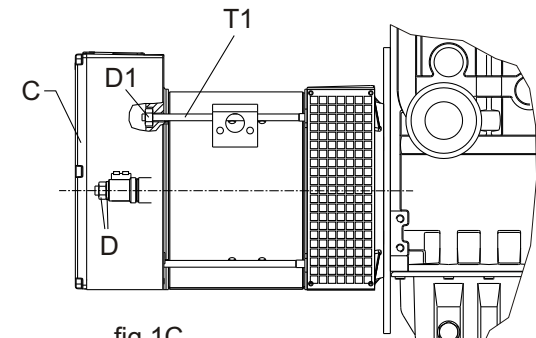

fig.1C
- 4) Riposizionare il gruppo carcassa e lo scudo posteriore (fig.1C)
- 6) Bloccare assialmente il rotore applicando la rosetta e serrando il dado autobloccante D sul tirante T con chiave dinamometrica (fig.1C) Coppia di serraggio:
- 4) Re-position the casing unit and the rear shield (Fig.1C)
- 6) Lock axially the rotor by placing the washer and tight the self-locking nut D on the rod T, using a torque spanner (fig.1C)
- 4) Repositionnez le groupe carcasse et la flasque postérieure (fig.1C)
- 6) Bloquer axialement le rotor, en utilisant le rondelle et vissant a fond l'écrou autobloquant D sur la tige centrale T en utilisant la clef dynamométrique (fig.1C)
- 4) Die Gehäuseeinheit und das hintere Lagerschild (fig.1C) erneut platzieren
- 6) Den Rotor in Achsenrichtung blockieren, indem die Unterlegscheiben angebracht und die selbstsperrende Mutter D auf der Zugstange T mit einem Drehmomentenschlüssel angezogen wird (fig.1C)
- 4) Volver a colocar el grupo carcasa y el escudo trasero (fig.1C)
- 6) Bloquear axialmente el rotor utilizando la arandela y apretando la tuerca autobloccante D sobre el tirante T con llave dinamoétrica (fig.1C) Par de apriete: